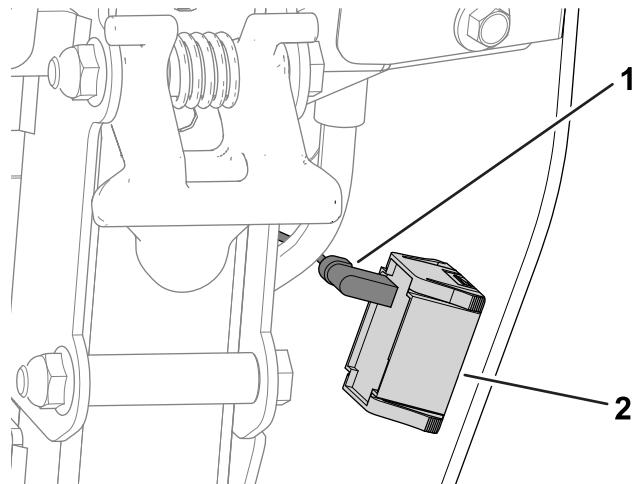

Рисунок 40
- A. Отсоедините разъем жгута проводов от счетчика моточасов (Рисунок 40).